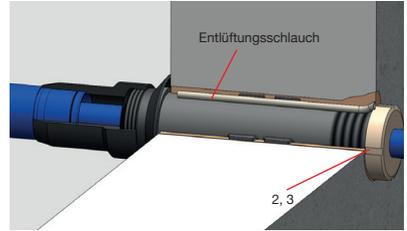

Abb. 9 Montage Überwurfverschraubung und
- Abschließend gem. Abb. 9 kellerseitig die Überwurfverschraubung (2) und die Keilgummidichtung (3) montieren (Sollbruchstelle an der Überwurfverschraubung (2) öffnen/entgraten).
- Mithilfe des Haka-Kontermutterschlüssels (10) die Überwurfverschraubung (2) fest auf der Mauerdurchführung (1) verschließen.